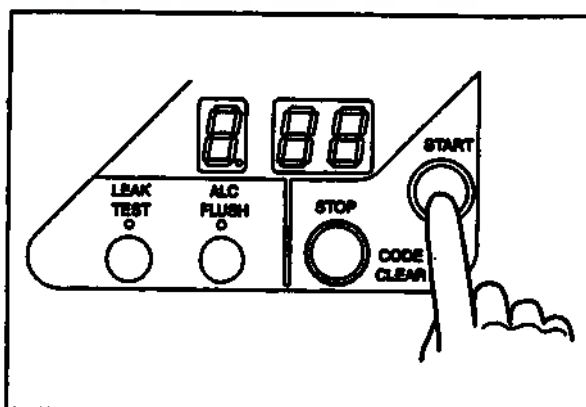

Рис. 5.11
2. Нажмите кнопку «START» на главной панели управления для начала процесса (см. рис. 5.11).